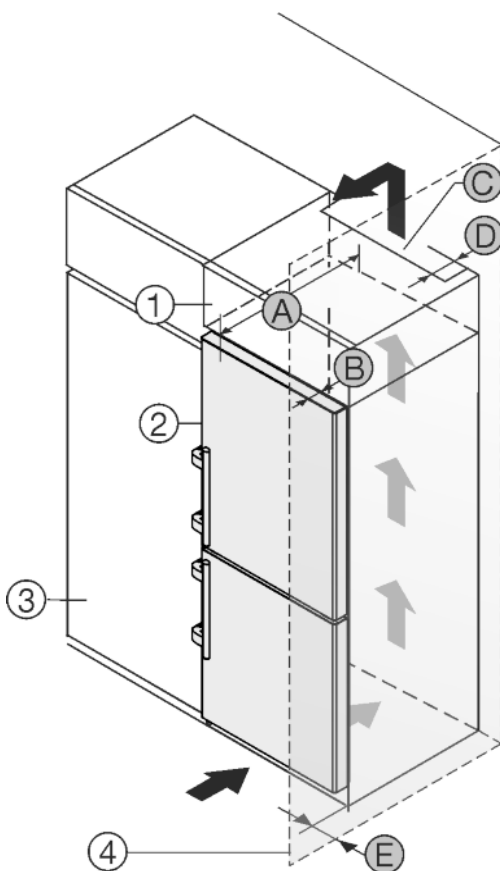

Fig. 27
Aparatul poate fi refăcut cu dulapuri de bucătărie. Pentru a aduce aparatul Fig. 27 (2) la același nivel cu mobilierul de bucătărie, se poate monta deasupra aparatului un dulap suspendat Fig. 27 (1).
Aparatul poate fi amplasat direct lângă dulapul de bucătărie Fig. 27 (3). Pentru a putea deschide complet ușa, aparatul trebuie să fie proeminent cu cel puțin grosimea Fig. 27 (B) față de suprafața frontală a dulapului de bucătărie. În funcție de grosimea dulapurilor de bucătărie și de utilizarea distanțierelor de perete, aparatul poate ieși mai mult în afară.
- În partea din spate a dulapului suspendat trebuie să existe o fantă de aerisire cu grosimea Fig. 27 (D) pe toată lățimea dulapului suspendat.
- Sub plafonul incintei trebuie să fie păstrată o secțiune de ventilare Fig. 27 (C).
Atunci când aparatul este montat cu balamalele lângă un perete Fig. 27 (4), trebuie să fie păstrată distanța Fig. 27 (E) între aparat și perete. Această valoare corespunde proeminenței mânerului cu ușa deschisă.